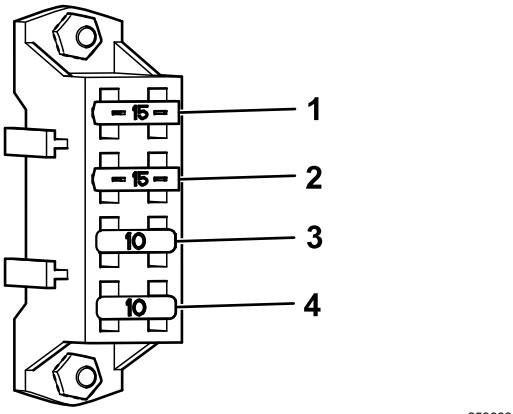

Figura 53
4. Substitua os fusíveis queimados (Figura 53).